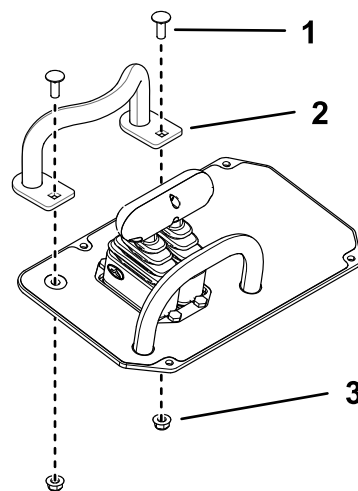

Figure 23
- Montez la poignée neuve avec 2 boulons et 2 écrous (Figure 23).